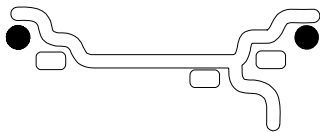

Figure 15
**A. DYNAMIC** (deux plans), suggéré pour toutes les jantes en acier. Dans ce cas, les masses de roue doivent être fixées sur les bords de la jante. Cette fonction est sélectionnée par défaut et les DEL correspondants à l'emplacement de la masse de la roue sont allumés à la Figure 15.